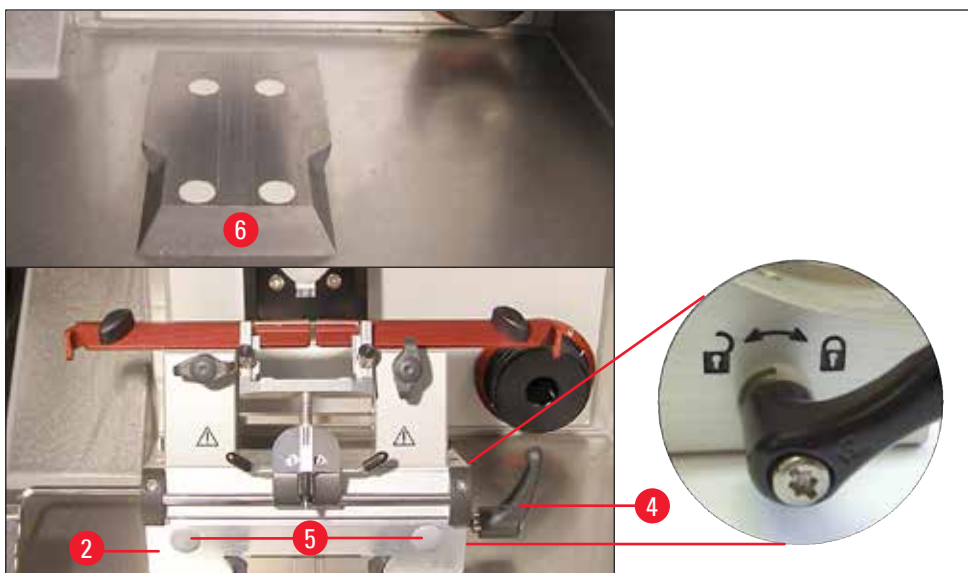

图 25
- 将刀架底座 (→ 图 25-2) 从正面推入楔形榫头导轨 (→ 图 25-6), 用锁杆 (→ 图 25-4) 紧固。顺时针 (朝向闭锁符号) 移动刀架底座右侧的锁杆 (详情请参见 (→ 图 25))。若要移动底座, 只能稍稍打开锁杆, 以防意外滑向样品头! 逆时针 (朝向开锁符号) 移动刀架底座右侧的锁杆 (详情请参见 (→ 图 25))。